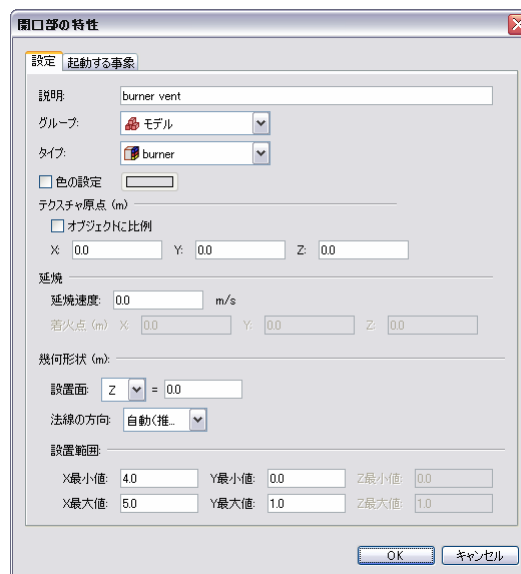

図 2.4 火源開口部の作成
2. 説明 のボックスに **burner vent** と入力します、図 2.4。